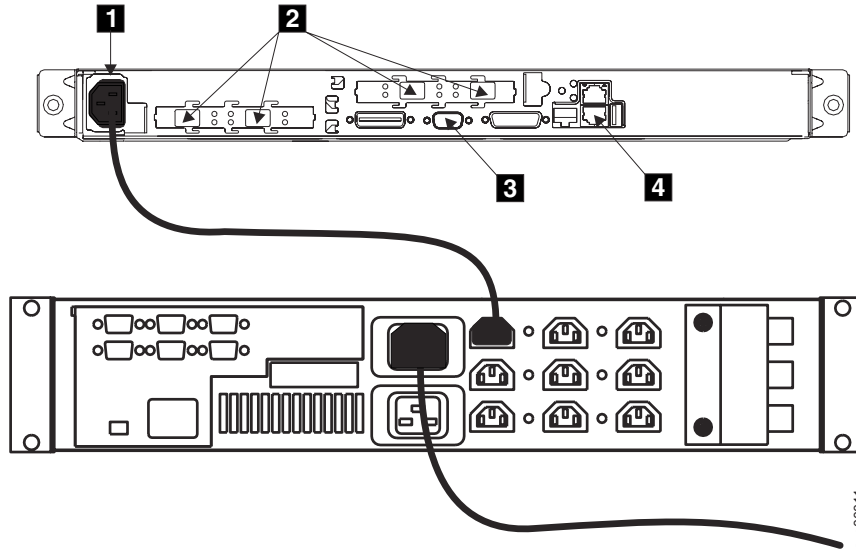

Figura 3. Cavo di alimentazione e socket di segnale per SAN Volume Controller 2145-4F2 e 2145 UPS
2. Controllare che il cavo di alimentazione sia inserito nella 2145 UPS. Accertarsi, inoltre, che l'altra estremità del cavo di alimentazione sia collegata da 2145 UPS al punto di distribuzione del rack. La Figura 3 mostra i connettori per SAN Volume Controller 2145-4F2 e 2145 UPS. Il connettore del cavo di alimentazione è contrassegnato dal **1** nella figura.